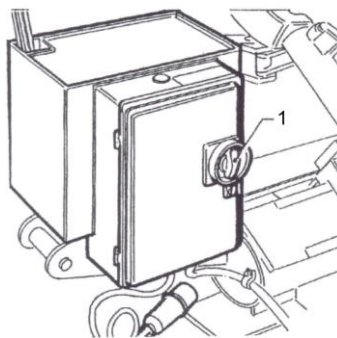

Рисунок 4 Шкаф силовой
4.2.3 Шкаф силовой (см. Рисунок 4), конструктивно представляет собой сварной шкаф с дверью, закрывающейся на замок и имеющей знак «» по ГОСТ 12.4.026-76. На дверце шкафа расположен автоматический выключатель 1, предназначенный для включения и выключения электропитания, он обеспечивает защиту станка от короткого замыкания, а также тепловую защиту электродвигателей. Пускатели, установленные внутри шкафа, предназначены для включения вращения шпинделя в нужном направлении. Трансформатор, установленный внутри шкафа, преобразует напряжение 220 В в 24 В для цепей управления. Выпрямительный мост преобразует переменное напряжение 24 В в постоянное, для управления гидрораспределителями.